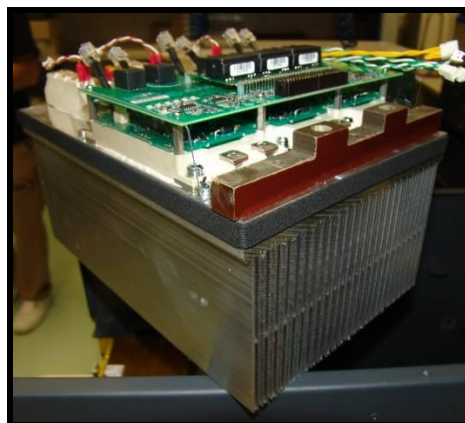

Figura 7.4.26
Consultar la figura 7.4.26 mientras se siguen estas instrucciones:
- 2) Colocarlos sobre el disipador de calor, encarando los agujeros del tiristor con los del disipador como muestra la figura 7.4.26.